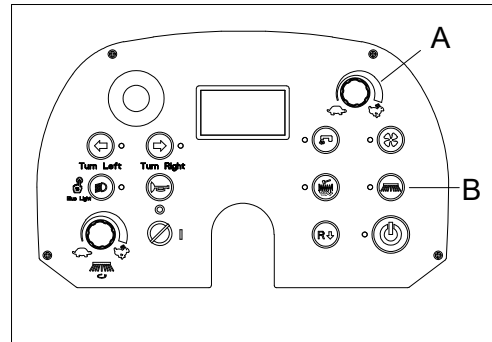

Abb. 27
- Stellen Sie den Geschwindigkeitsregler (A, Abb. 27) ein, um die Fahrgeschwindigkeit zu minimieren.
- Drücken Sie die Taste für den Seitenbesen (B, Abb. 27), um den Seitenbesen abzusenken und schalten Sie ihn durch Drücken des Gaspedals für etwa eine Minute ein.